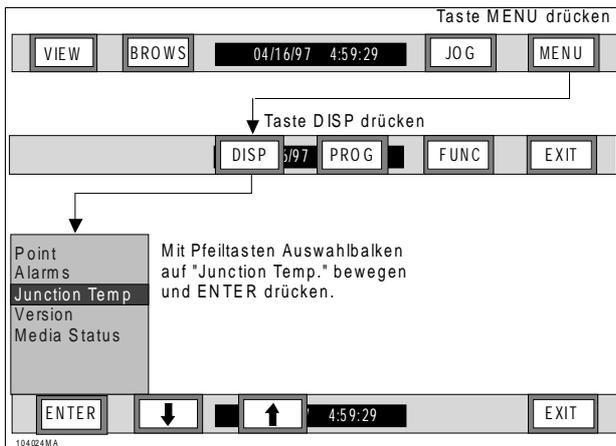

Bild 3-26 Ablaufdiagramm Klemmentemperatur ausgeben
C. Klemmentemperatur - Um in der Statuszeile die Klemmentemperatur anzuzeigen, führen Sie folgende Schritte durch (siehe Bild 3-26):